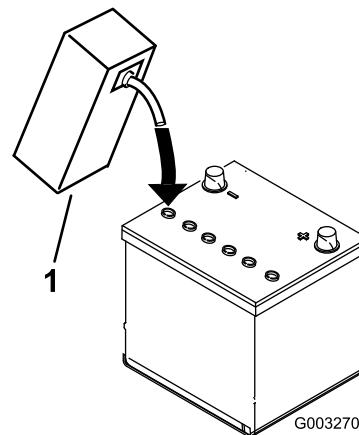

Figura 6
3. Riempite con cautela ciascun elemento di elettrolito finché le piastre non sono coperte con circa 6 mm di fluido (**Figura 6**).
4. Attendete circa 20 o 30 minuti perché le piastre assorbano l'elettrolito. All'occorrenza rabboccate finché l'elettrolito non è a circa 6 mm dalla base della tazza di riempimento (**Figura 6**).